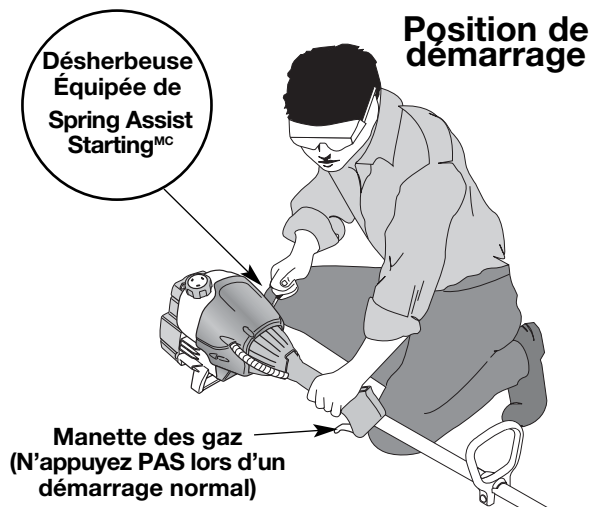

Fig. 8
AVERTISSEMENT: évitez tout démarrage accidentel. Tenez-vous en position de démarrage lorsque vous tirez sur la corde de démarrage (Fig. 8). L'opérateur et l'appareil doivent tous deux être en position stable pour éviter des blessures graves. Vérifiez la bonne installation de l'accessoire avant le démarrage de l'appareil.
5. Accroupissez-vous en position de départ et **n'appuyez pas sur la manette des gaz** (Fig. 8). Tirez le cordon de démarrage d'un **mouvement contrôlé et ferme** jusqu'à ce que le moteur essaie de démarrer. Répétez jusqu'à ce que le moteur démarre.